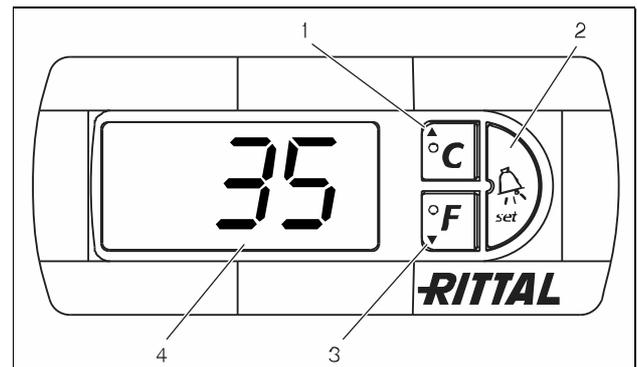

Fig. 34: Controllo e-Comfort
Il condizionatore funziona automaticamente; dopo l'allacciamento elettrico il ventilatore dell'evaporatore è attivato (vedi fig. 2, pagina 5) e fa circolare l'aria nell'armadio. Il condensatore e il ventilatore dell'evaporatore sono regolati dal controllo e-Comfort. Il controllo e-Comfort dispone di un display a 7 segmenti (fig. 34, nr. 4). Dopo l'inserzione dell'alimentazione, sul display viene indicata per ca. 2 secondi la versione attuale del software utilizzato e la modalità Eco attivata. Successivamente viene visualizzata l'opzione impostata (ad es. t10) o la temperatura. In modalità di funzionamento normale il display visualizza sia la temperatura (in gradi Celsius o gradi Fahrenheit, commutabili) sia le segnalazioni di guasto. La temperatura attuale all'interno dell'armadio in regime normale è sempre visualizzata. In presenza di guasto appare la relativa segnalazione invece dell'indicazione di temperatura. Per la programmazione dell'apparecchio si utilizzano i tasti 1 – 3 (fig. 34). Analogamente i parametri sono visualizzati sul display.
- Premere contemporaneamente i tasti 1 e 2 (fig. 34) per min. 5 secondi.
Con i tasti 1, 2 e 3 (fig. 34) è possibile modificare 24 parametri entro i campi predefiniti (valore min., valore max.).